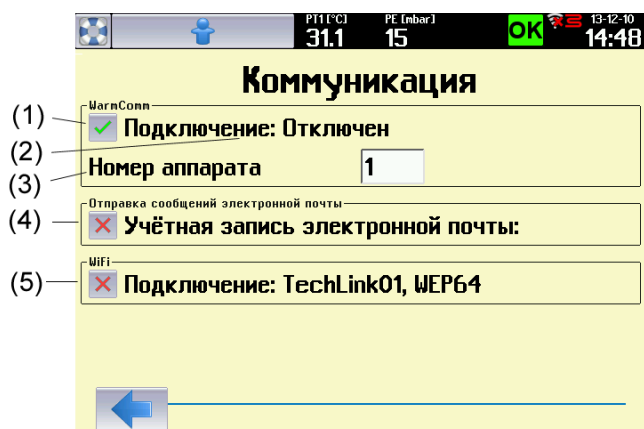

Рис. 22
- (4) Активирование учетной записи электронной почты, см. 8.3.7.2
- (5) Выбор WiFi
Нажатием на кнопку (4), рис. 22, отображается список доступных точек доступа.
- (1) Точка доступа, с которой было установлено соединение
При нажатии на кнопку (3), рис. 22, отобразится экран для входа в электронную почту. VACUCELL® позволяет отправку сообщения эл.почты в случае, если